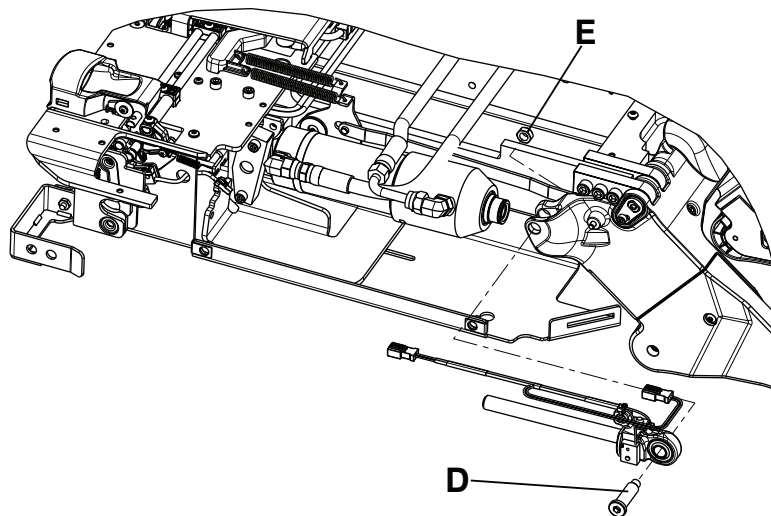

Figure 20 – Emplacements de l'axe à épaulement du vérin et de l'écrou
8. À l'aide d'une clé à six pans de 1/4 po et d'une clé mixte de 1/2 po, retirer l'axe à épaulement du vérin (D) et l'écrou (B) (Figure 20). Conserver l'axe à épaulement du vérin et l'écrou.